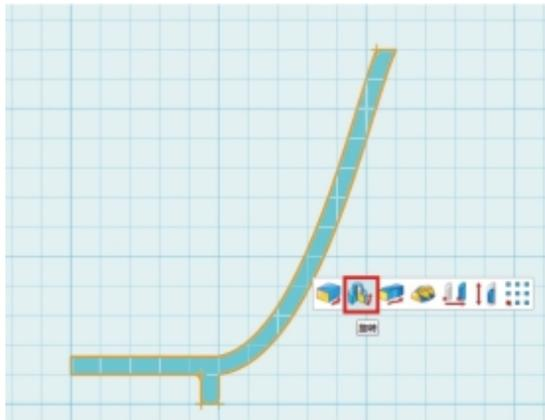
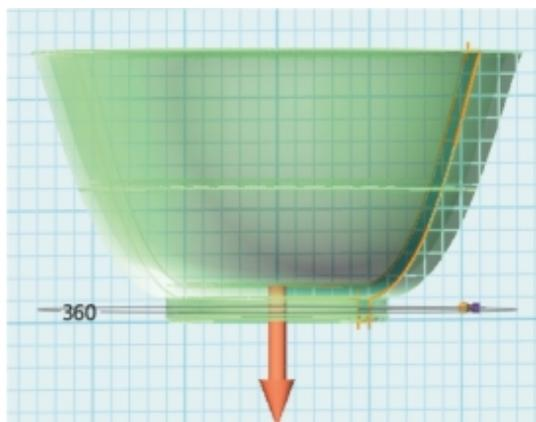

图7-2-15 杯体轮廓
图7-2-16 旋转效果
⑨ 旋转得到茶杯杯体。单击 ，退出草图模式。退出草图模式后，封闭的草图显示为淡蓝色面。将鼠标置于草图上，选择浮动菜单上的“旋转”，将草图旋转得到茶杯杯体。注意轴线为最左侧的竖直线段，如图7-2-15和图7-2-16所示。